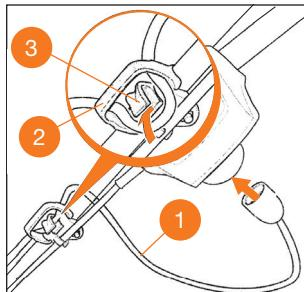
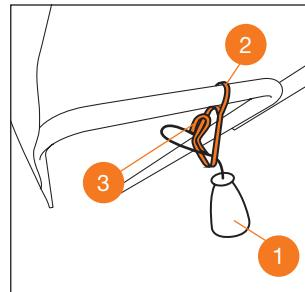

рис. 22
рис. 23
Для этого, проденьте шнур ① в петлю зажима ② и зафиксируйте его, зацепив за крючок ③ (Рис. 22 DLM 1200E, рис. 23 DLM 1900E / DLM 2300E).